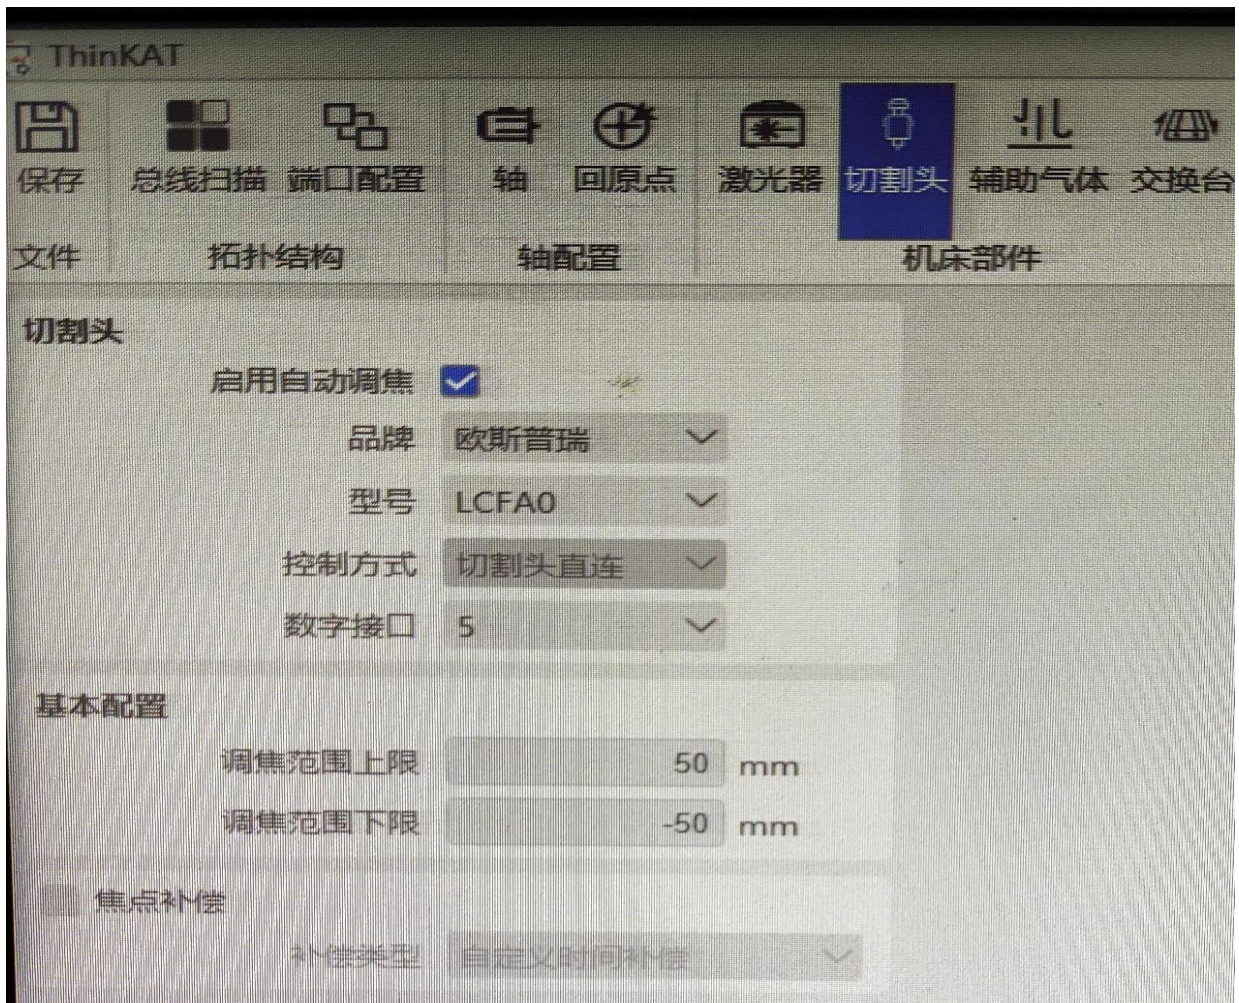

图4.2
- ① 打开软件配置平台
- ② 设置勾选启用自动调焦，
- ③ 选品牌-欧斯普瑞，
- ④ 根据装配切割头型号选择相应型号
- ⑤ 控制方式选-切割头直连
- ⑥ 数字接口选接入的ECAT端口号
- ⑦ 设置好切割头焦点上下限位 （如下图4.2所示）。